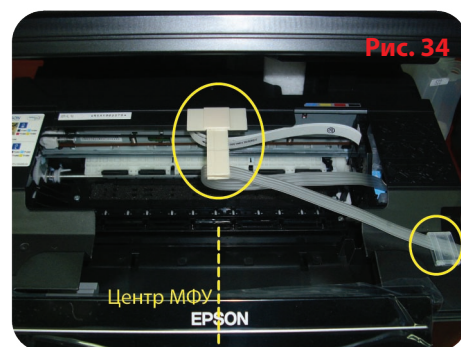

Рис. 34
8.3. При помощи двухстороннего скотча приклейте «Т-образный держатель» по центру корпуса МФУ (Рис. 34). И держатель «клипса», затем закрепите шлейф (Рис. 34).
10.2. Когда каретка с картриджами находится в положении замены, нажмите на кнопку чипа и подержите ее нажатой в течении 5 секунд (Рис. 34), делайте это осторожно, чтобы не сломать кнопку. Эта процедура имитирует физическую замену закончившегося картриджа на новый.